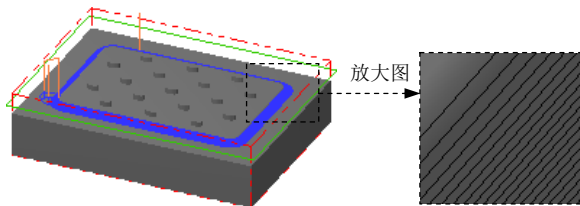

图 25.18 刀具路径
Step7. 设置曲面参数。在“曲面精加工等高外形”对话框中单击 **曲面参数** 选项卡，然后在 **下刀位置 (F)** 文本框中输入值 5，在 **预留量** (此处翻译有误，应为“加工面预留量”，下同) 文本框中输入值 0，在 **干涉面预留量** (此处翻译有误，应为“干涉面预留量”，下同) 文本框中输入值 0，其余参数采用系统默认设置值。
(1) 在“曲面精加工等高外形”对话框中单击 **等高外形精加工参数** 选项卡，在 **Z 轴最大进给量** 文本框中输入值 0.1；在 **两区间间的路径过渡方式** 区域选中 **斜插** 单选项，在 **斜插长度** 文本框中输入值 3，然后选中 **✓ 切削顺序最佳化** 复选框。
(2) 选中 **✓ 旋式下刀 (H)** 复选框并单击该按钮，在系统弹出的“螺旋下刀参数”对话框的 **半径** 文本框中输入值 5，在 **Z 方向开始螺旋位** 文本框中输入值 1，然后单击 **✓** 按钮。
(3) 单击 **切削深度 (D)...** 按钮，在系统弹出的“切削深度设置”对话框中选中 **增量坐标** 单选项，然后在 **增量的深度** 区域的 **第一刀的相对位置** 文本框中输入值 0，在 **其他深度的预留量** 文本框中输入值 0。单击 **✓** 按钮，系统返回至“曲面精加工等高外形”对话框。
Step9. 单击“曲面精加工等高外形”对话框中的 **✓** 按钮，完成加工参数的设置，此时系统将自动生成图 25.18 所示的刀具路径。